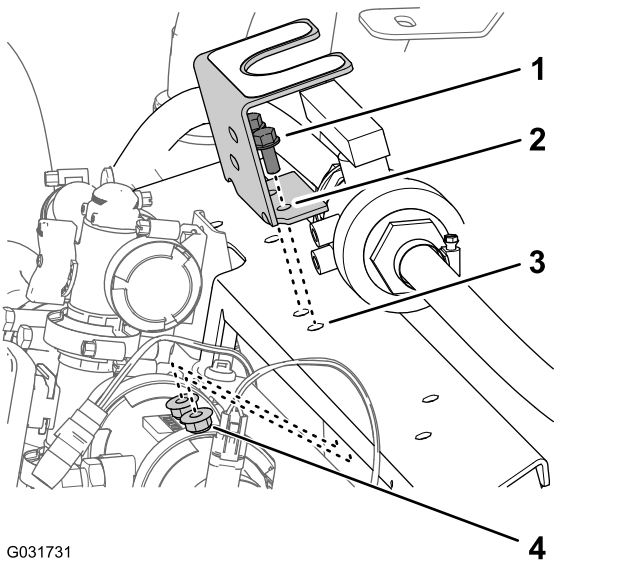

图 229
- 将在9 断开可选的符合欧盟标准的套件 (页码 19) 的步骤 4 中卸下的球阀安装支架中的孔与图 229 中所示您在 歧管安装架钻孔 (页码 85) 钻出的歧管安装架的孔对齐。
2. 使用在9 断开可选的符合欧盟标准的套件 (页码 19) 的步骤 4 中卸下的 2 个凸缘头螺栓5/16 x 3/4 英寸和凸缘锁紧螺母5/16 英寸将安装支架安装到歧管安装架上图 229。